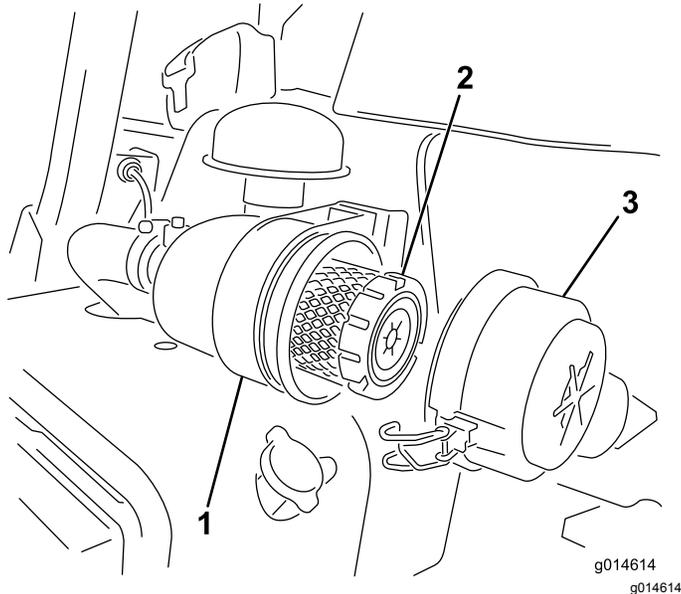

図 26
1. エアクリーナのカバーをボディーに固定しているラッチを外す 図 26。
7. ラッチをしっかりと掛ける 図 26。